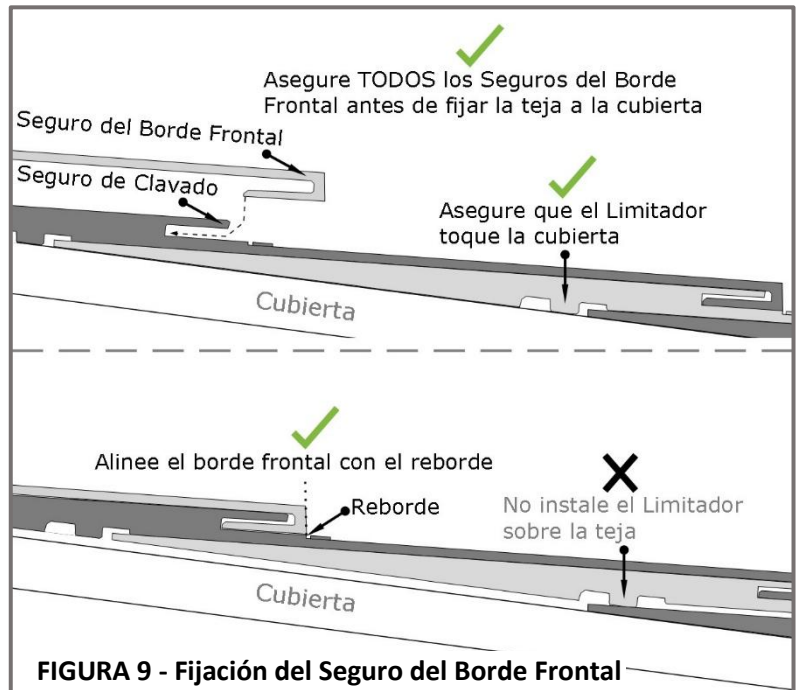

FIGURA 9 - Fijación del Seguro del Borde Frontal
- El borde frontal de las tejas F-WAVE® REVIA® XTM™ debe estar asegurado mecánicamente en su lugar para proporcionar una fuerte resistencia al levantamiento por el viento. Vea la **Figura 9**.